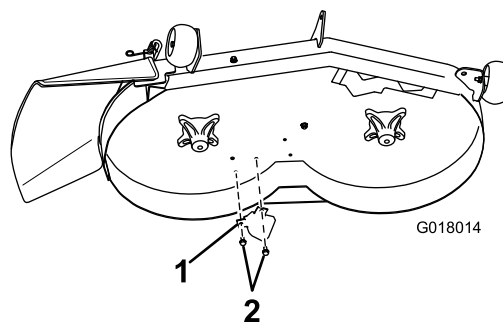

Figura 6
5. Instale el golpeador en la cara inferior de la carcasa de corte usando 2 tornillos autorroscantes (5/16 x 3/4 pulgada) en la posición indicada en Figura 6.